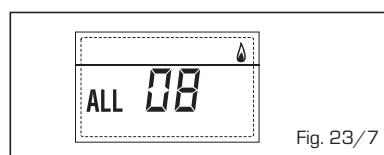

Fig. 23/7
- ANOMALIA CIRCULAÇÃO ÁGUA "ALL 09" [fig. 23/8]